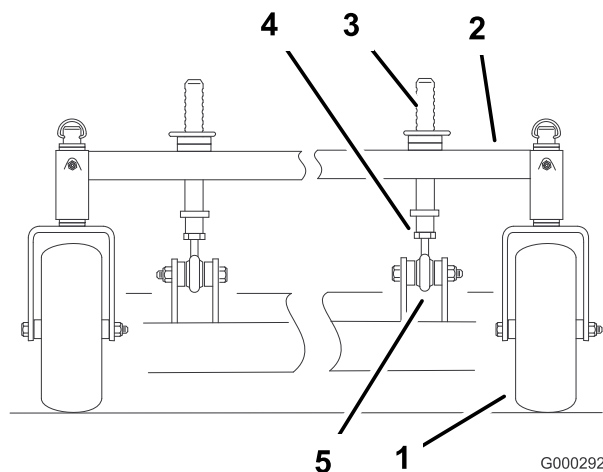

Figura 59
1. Per modificare l'inclinazione longitudinale, possono essere regolate le postazioni di altezza di taglio anteriori (Figura 59).
2. Per sollevare la parte anteriore del piatto di taglio, allentate il controdado e ruotate in senso orario il perno anteriore (Figura 59).
3. Per abbassare la parte anteriore del piatto di taglio, allentate il controdado e ruotate in senso antiorario il perno anteriore (Figura 59).
4. Disponete le lame in posizione longitudinale rispetto alla macchina. Misurate ai punti **C** e **D** (Figura 59) da una superficie piana fino al tagliente delle lame.
6. Serrate i controdadi (Figura 59).